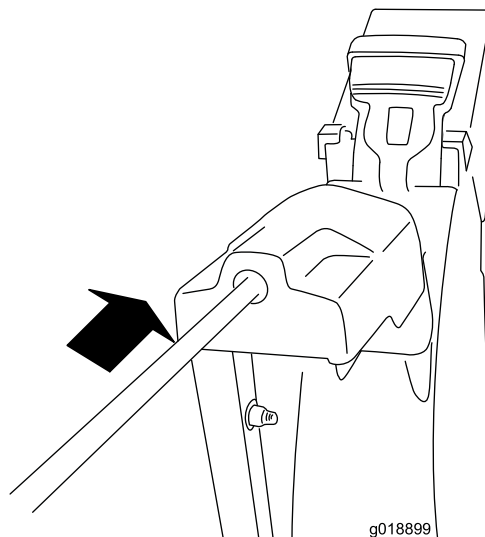

Figura 10
2. Inserite l'estremità anteriore dell'asta nell'apertura sul retro del coperchio ingranaggi del camino di scarico, finché non s'inserisce negli ingranaggi (Figura 10).